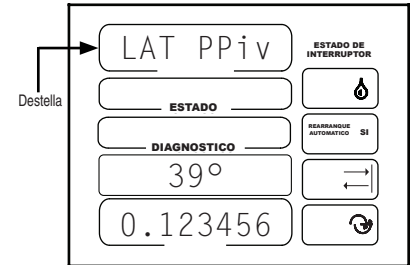

Figura 61-1
1. LAT PPiv debe estar destellando. La latitud predeterminada es 90°. Vea la Figura 61-1.